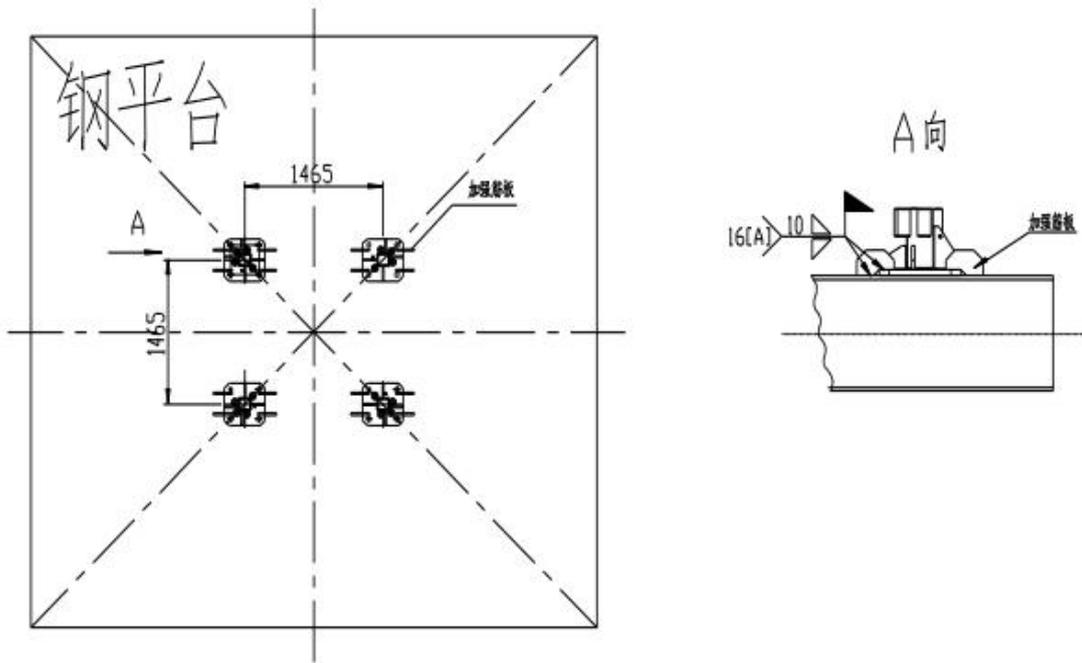

图 2 固定腿底板加强筋板焊接示意图
3. 将过渡节整体吊装到钢平台上, 使用经纬仪测量, 基础节中心 线与水平面的垂直度误差不大于 1/1000。焊接支腿底板与钢平台之间的焊缝, 支腿上的所有孔采用塞焊缝焊平, 焊接时采用合理工艺, 焊高和焊角长度按图 2 所示要求焊接。图中[A]焊 缝应符合 GB/T19418-2003 《钢的弧焊接头缺陷质量分级指南》B 级焊缝要求。
4. 焊接过渡节加强筋板, 每个支腿上焊接4件加强筋板, 焊接时采用合理工艺. 焊高和焊角长度按图2所示要求焊接。图中[A]焊缝应符合GB/T19418-2003《钢的弧焊接头 缺陷质量分级指南》B级焊缝要求。